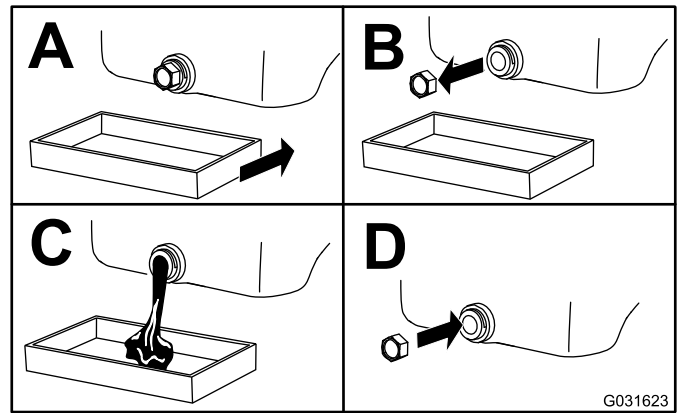

Figura 86
5. Cambiate l'olio motore come mostrato nella Figura 86.